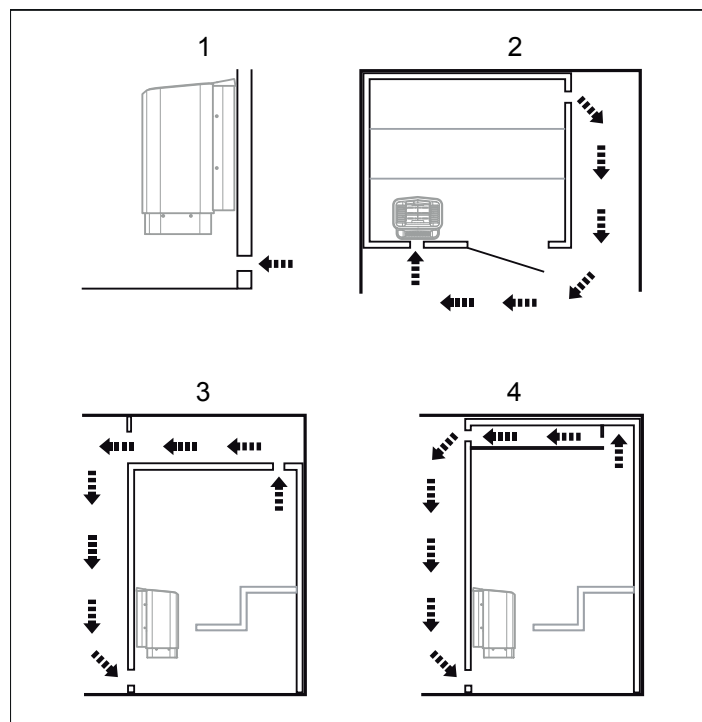

Рисунок 8: Позиционирование впускного и выпускного вентиляционного воздушного канала
- на максимальном расстоянии до впускного вентиляционного канала, например, по диагонали (см. Рисунок 8).
- высоко на стене или на потолке (см. Рисунок 8).